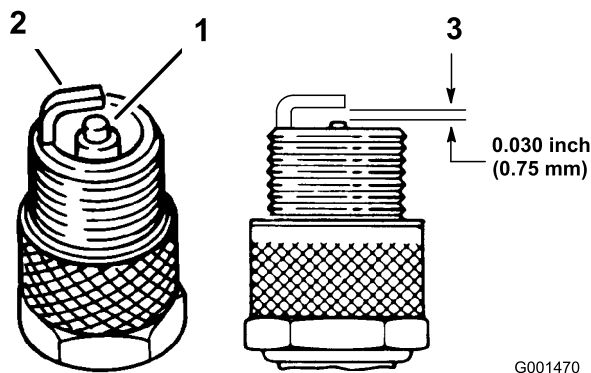

図 25
1. 中央の電極部(図 25)を観察する。絶縁体部がうす茶色や灰色なら適正、黒い汚れがある場合にはエア・クリーナの不良を考える。
2. すきまゲージでエア・ギャップの点検を行い（図 25）、隙間の大きさが適切でなければ側面の電極を注意深く曲げて調整する（図 25）。
3. 点火コードを接続する（図 25）。